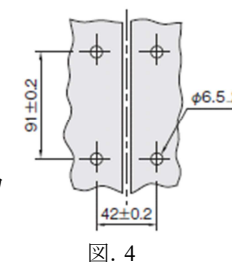

図. 4
- ・取付け穴加工は、 $\phi 6.5 \pm 0.5$ の穴径と ± 0.2 のピッチで加工してください。〈図.4 参照〉